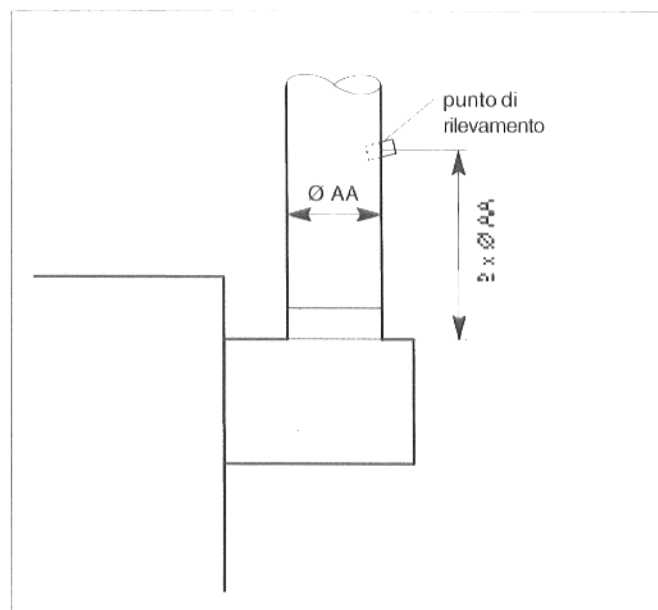

Fig. 33: Punto di rilevamento al tubo di scarico
- Praticare un foro nel tubo di scarico a circa $2 \times \varnothing$ AA dopo la sicurezza antiriflusso e sulla parte non corrispondente alla caldaia (Fig. 33).